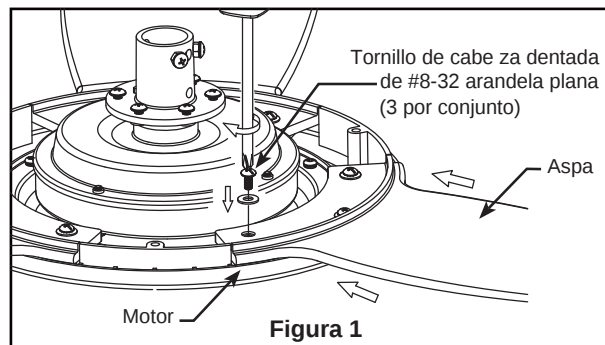

Figura 1
1. Coloque las palas a través de las ranuras en la cubierta del motor y fije la unidad del motor usando los tornillo de cabeza dentada #8-32 y las arandelas de plana. Asegúrese de que los tornillos fijan adecuadamente las palas al centro del motor estando éstas colocadas correctamente. (Figura 1)